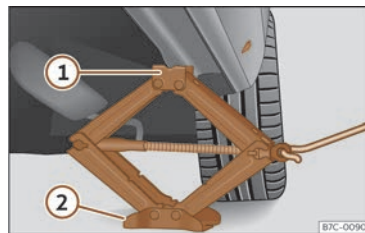

Fig. 202 Bas de caisse : emplacement du cric du véhicule.
- Tournez la manivelle du cric, placé sous le point d'appui du bas de caisse, pour le lever jusqu'à ce que l'ergot ① >>> **fig. 202** se trouve sous le logement prévu à cet effet.
- Alignez le cric de sorte que l'ergot ① « s'encastrer » dans le logement prévu à cet effet sur le bas de caisse et que la plaque de base mobile ② repose sur le sol. La plaque de base ② doit se situer à la verticale du point d'appui ①.